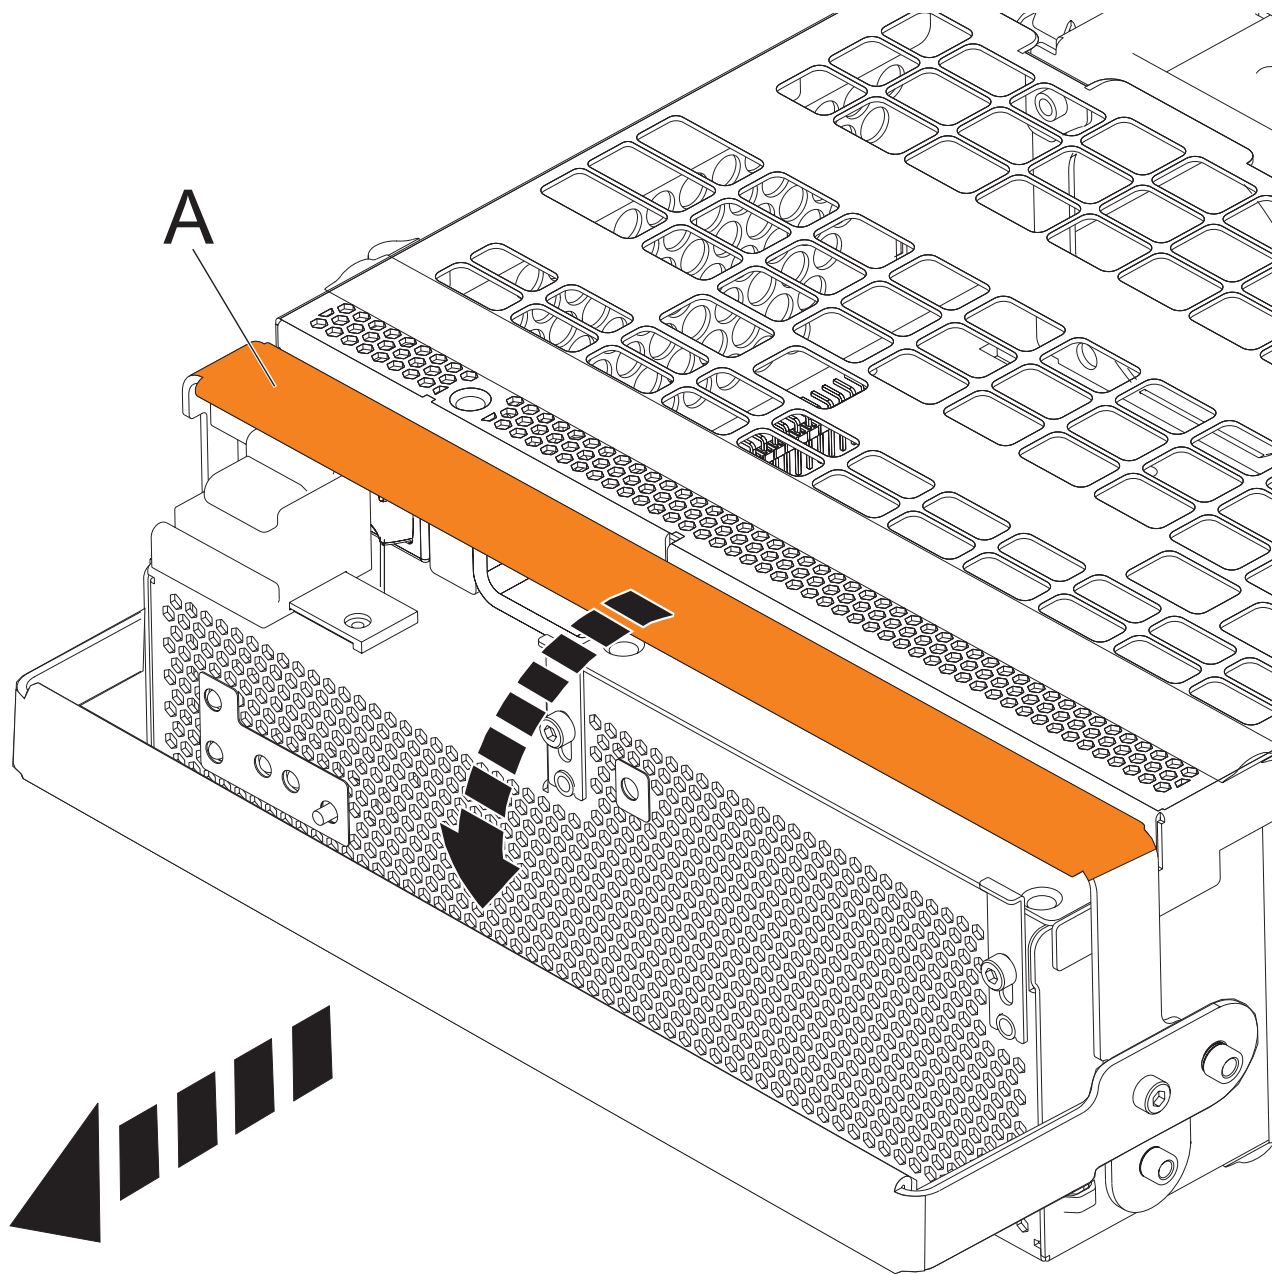

Figura 85. Extracció dels conjunts de conversió fora de línia
- a. Tibeu de la nansa de l'OCA (A) cap avall en la direcció que es mostra a la il·lustració per treure l'OCA del seu lloc. Consulteu Figura 85 a la pàgina 128.